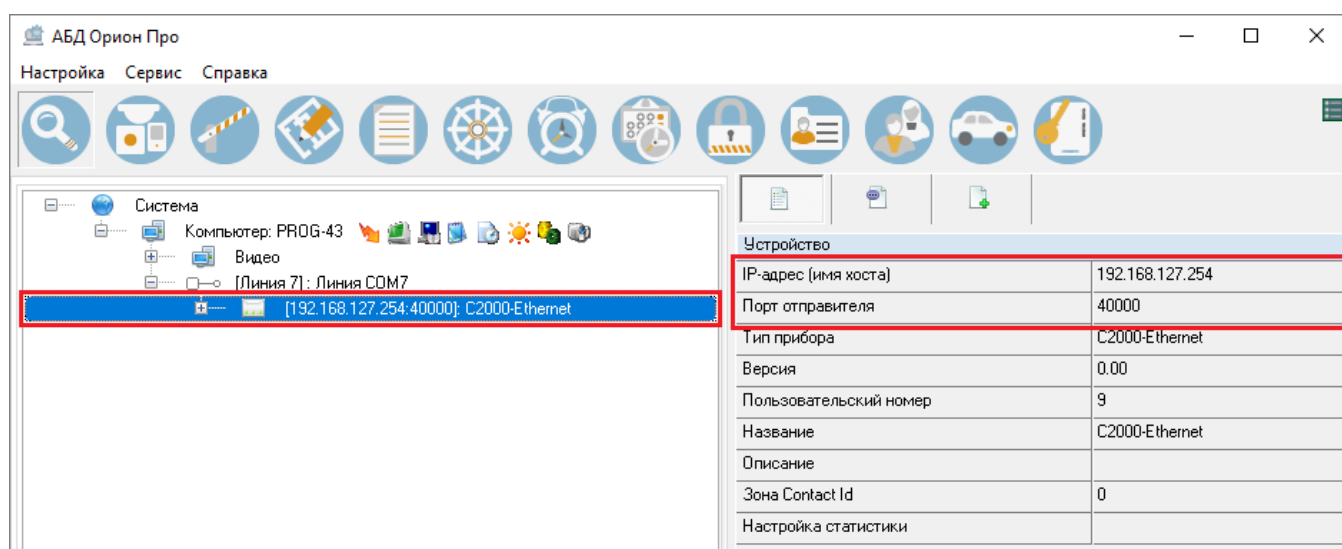

Рисунок 6-83 Прибор C2000-Ethernet на линии виртуального порта
- На линии появится прибор C2000-Ethernet с настройками порта, которые были заданы в мастере изменения протокола (см. Рисунок 6-83);